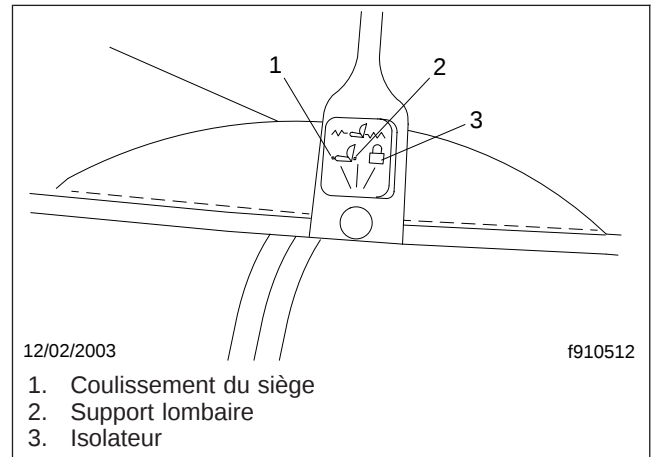

Fig. 3.4, Levier de réglage et de l'isolateur du siège
figure 3.4 pour obtenir une description du levier de coulissement et de l'isolateur du siège.
2. Isolateur : Cette fonction (appelée aussi isolateur de prévention des contrecoups au dos ou Chugger-Snubber®) réduit l'intensité des vibrations et des cahots de la route en préservant l'occupant des mouvements du véhicule et en laissant la partie supérieure du siège se déplacer dans un mouvement pendulaire simple. Si l'isolateur n'est pas désiré, vous pouvez le verrouiller. Voir la **figure 3.4**.